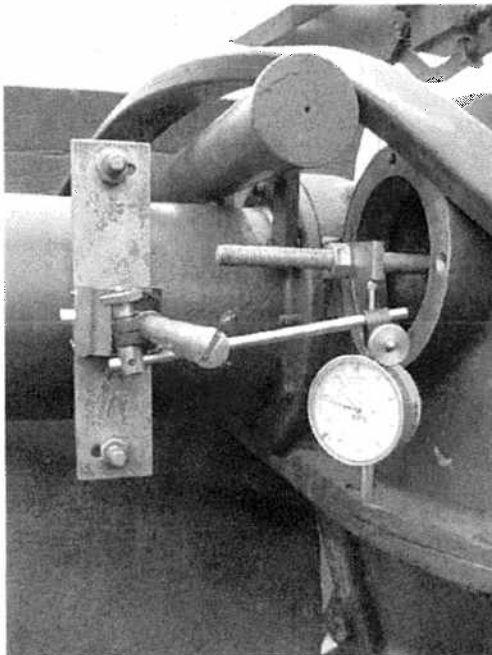

Bild 10.
- Ställ magnetstativet på plattan och arrangera mätklockan enligt bild 10. Mätklockans mätspets skall vara vid mätdonets indikeringsmärke, 33 mm från centrum.